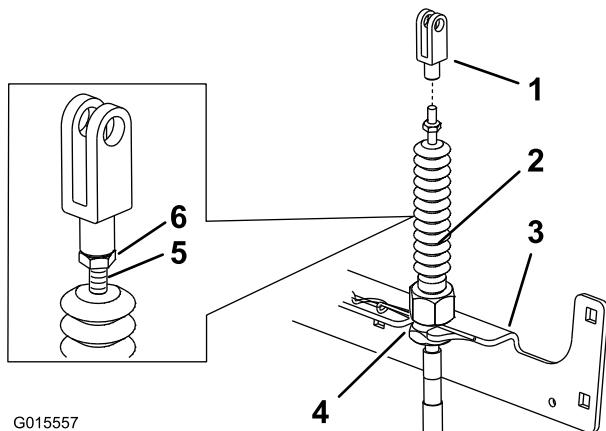

Figura 12
2. Segure na forquilha e aperte a porca de bloqueio contra a forquilha para a fixar no sítio. Repita do lado oposto (Figura 12).
4. Deslize os cabos para as ranhuras de suporte transversal com as porcas de ajuste no topo (Figura 12).